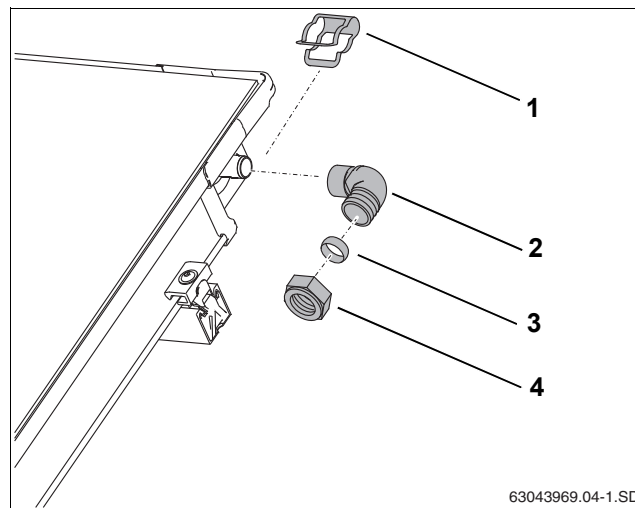

Рис. 57 Монтаж подающей линии (без воздушного клапана на крыше)
- ▶ Наденьте уголок (рис. 57, [2]) с зажимным кольцом и накидной гайкой на штуцер коллектора.
- ▶ Закрепите уголок зажимом (рис. 57, [1]).